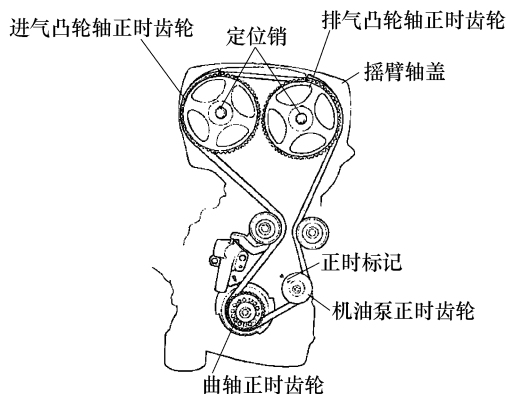

图9-4 正时带的拆卸
- 3) 顺时针旋转曲轴并校准正时标记，使1缸活塞到达压缩行程上止点位置，如图9-4所示。